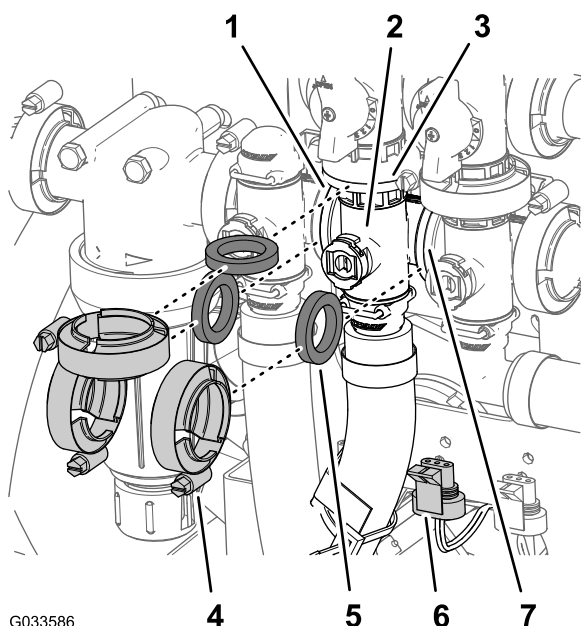

Рисунок 115
- Снимите три фланцевых хомута и три прокладки, которые крепят коллектор клапана перемешивания (Рисунок 115) к перепускному клапану перемешивания,